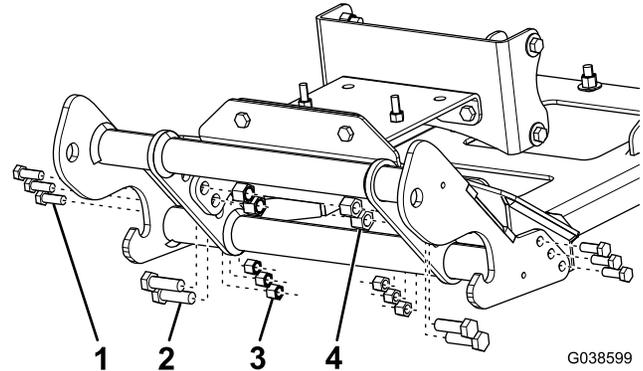

**Bild 5**
7. Befestigen Sie die vordere Windenhalterung mit zwei Schrauben (5/16") und zwei Sicherungsmuttern (5/16") an der Stoßstange des Fahrzeugs, wie in Bild 5 abgebildet.